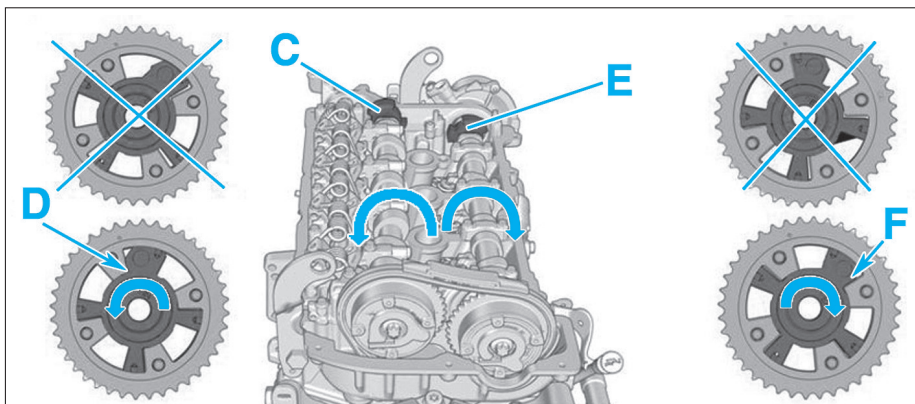

FIG. 6
- Effectuer une rotation dans le sens antihoraire en (C) pour l'arbre à cames d'admission (Fig.6) jusqu'à obtenir la position verrouillage (course maxi 35°) en (D).
- Effectuer une rotation dans le sens horaire en (E) pour l'arbre à cames d'échappement jusqu'à obtenir la position verrouillage (course maxi 30°) en (F).